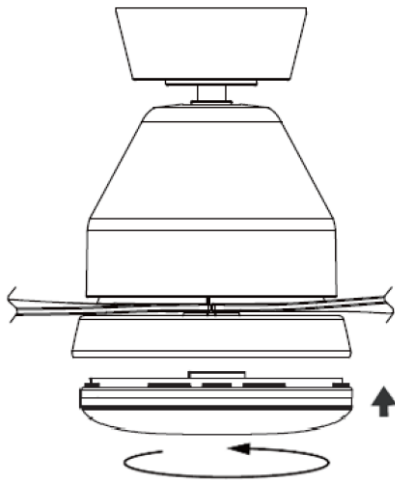

Fig. 10
### INSTALACIÓN DE LA LÁMPARA (Fig. 10)
- Instale el globo en el sujetador de la lámpara y luego asegúrelo girándolo en sentido horario. No exceda la potencia máxima nominal. (Para el ventilador con luz solamente). Fig. 10